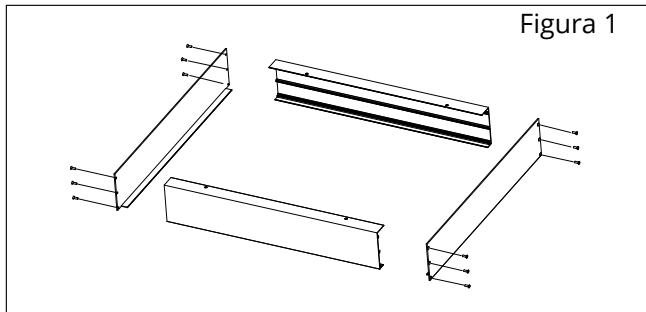

Figura 1
- 1** Con cuidado, retire los accesorios del embalaje. Ensamble el conjunto de montaje en superficie de cuatro piezas, utilizando los tornillos autorroscantes de cabeza ovalada KA4\*12 Cross suministrados (consulte la figura 1).